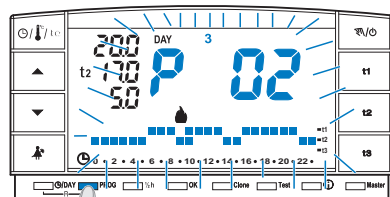
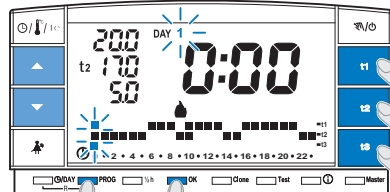

fig. 14
fig. 15
- Para modificar las **configuraciones** del programa **P01**, **P02** o **P03** grabado anteriormente, pulsar la tecla **PROG** para entrar en visualización de los programas, pulsar las teclas **▲▼** (o bien PROG por impulsos) hasta que sobre la pantalla aparezca el número del programa que se desea modificar (**P 01** o **P 02** o **P 03**) fig.14, presionar **la tecla OK (o la tecla PROG) por 4 segundos** para entrar a la modificación (ejemplo fig. 15); si el día a modificar no es el Lunes, presionar una o varias veces **OK** asta seleccionar el día deseado.
- Modificar el perfil diario utilizando las teclas **t1**, **t2** o **t3** (ejemplo fig. 15).